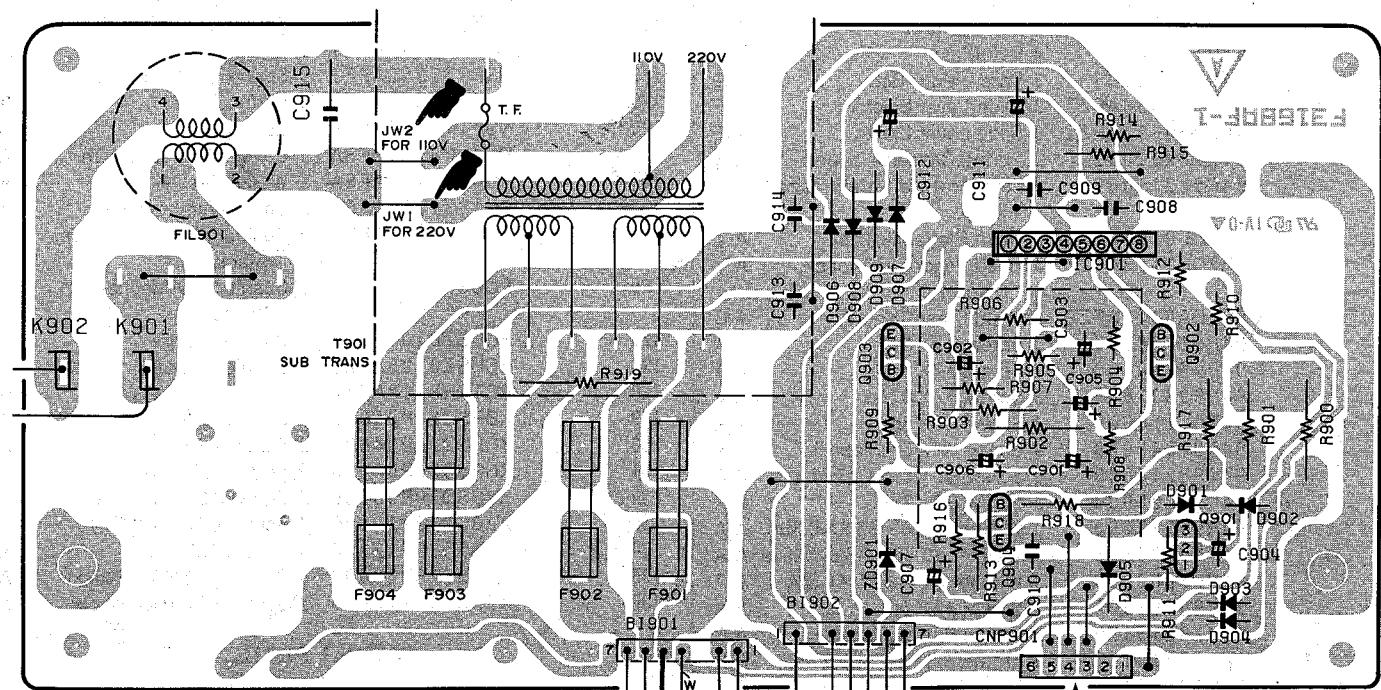

Figure 80
2. Cut out the jumper wire JW1 and add the jumper wire JW2 to the position shown in Fig. 80.
2. Den Schaltdraht JW1 abschneiden und den Schaltdraht JW2 zu der in Abb. 80 gezeigten Stelle hinzufügen.
2. Couper le fil volant JW1 et ajouter le fil volant JW2 à l'endroit indiqué sur la Fig. 80.